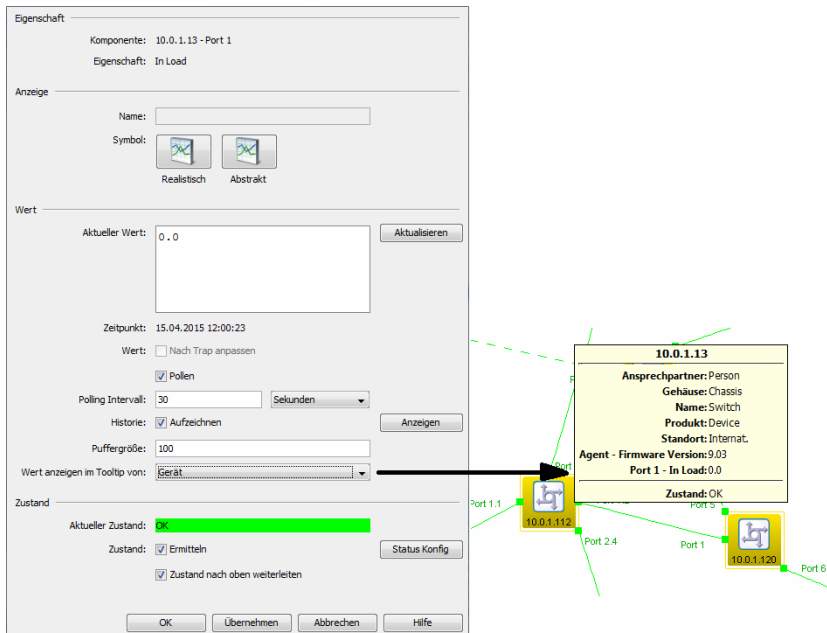

Abb. 65: Detail-Eigenschaften
- ▶ Über „Puffergröße“ geben Sie an, wie viele Zeilen das Protokoll puffert. Wenn Sie diesen Wert auch in der Sprechblasenhilfe einer übergeordneten Komponente anzeigen möchten, wählen Sie die Komponente „Wert anzeigen im Tooltip von“ in der Dropdown-Liste (siehe Abbildung 65).